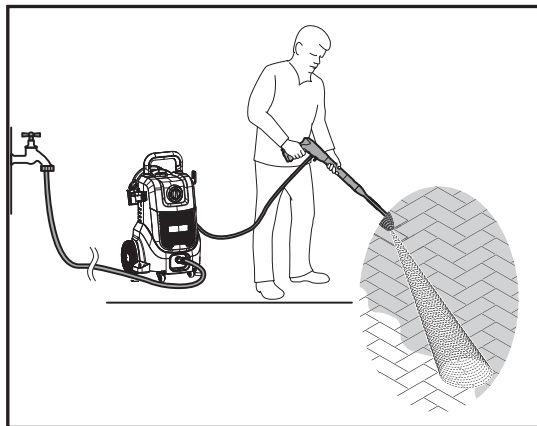

Fig. 20
2. Alege modelul de pulverizare necesar dacă utilizezi duza reglabilă (20).
4. Ține pistolul pulverizator (16) cu ambele mâini.
5. Pornește aparatul rotind comutatorul de pornire / oprire (3) la poziția „I”.
7. Apasă complet declanșatorul pistolului pulverizator (16a) pentru a porni jetul de apă așa cum se arată în fig. 20.